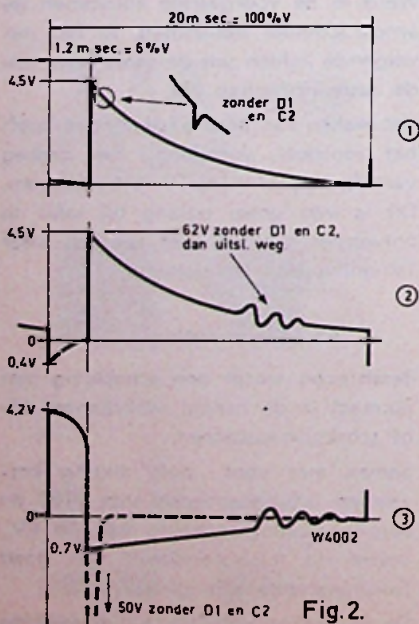

Fig. 2.
Fig. 2, punt 3 laat de golfvorm zien van de collector van Tr. 1. Men herkent reeds de positieffgaande schakelimpuls met een lengte van 1,2 msec. = 6% V. V. is de tijdsduur van een (verticale) rasterimpuls en bedraagt bij 50 Hz dus 20 msec. Ook in dit oscillogram ziet men de gedempte trilling. De schakelimpuls heeft een actief niveau van 4,2 V. Zonder D1 en C2 treedt echter een negatieve impuls van 50 V. op, die schade aan de OC80 kan berokkenen!
N.B. De opgegeven amplituden bij de oscillogrammen van de fig. 2 en 3 gelden voor een (proef)-voedingsspanning van 4,4 V. Voor 6 V. voeding kan men de waarde met een factor 1,36 vermenigvuldigen!